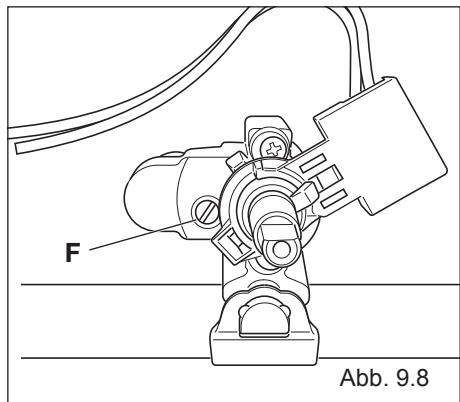

Abb. 9.8
- Mit einem dünnen Schraubenzieher die Schraube „F“ drehen bis die richtige Einstellung erreicht worden ist (Abb. 9.8).